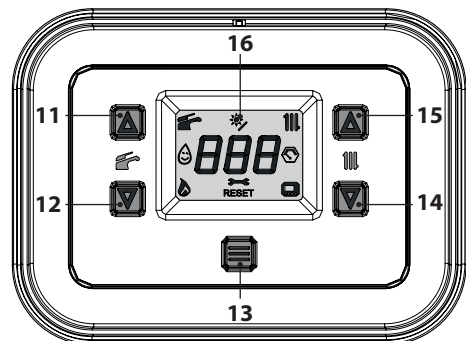
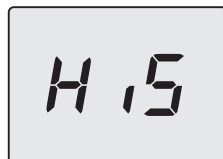

Figura 6.6
Figura 6.8
- Tenere premuto per 5 secondi il tasto 13 fino a far apparire sul display entrambe i simboli  e  (Figura 6.6).
- Entrare in "modalità programmazione" premendo contemporaneamente per 5 secondi i tasti 12 e 14 (Figura 6.6) fino a far apparire sul display LCD le lettere **HiS** che indicano il menu "Storico delle caldaie" (Figura 6.8).
- Premere il tasto 13 (Figura 6.6) per attivare la funzione. Il display visualizzerà quanto segue (Figura 6.10 e Figura 6.11).
- tenere premuti contemporaneamente i tasti 12 e 14 per 5 sec. (Figura 6.6) (ritorno al livello precedente).
- Spegnere la caldaia tenendo premuto per 5 secondi il tasto 13 (Figura 6.6) fino a far apparire sul display LCD il simbolo **— — —** (i trattini vengono accesi in sequenza per simulare uno scorrimento) (Figura 6.5).